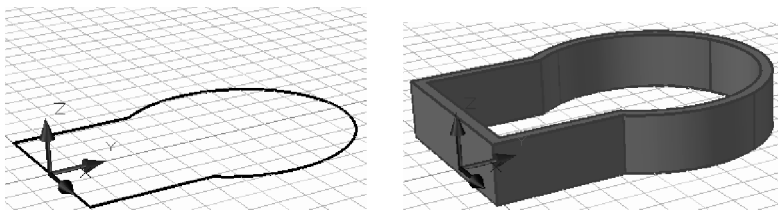

Fig. 9.13 Transformarea unui obiect plan în *Polysolid*
- Generarea unui model Polysolid prin transformarea unui obiect plan – vezi Fig. 9.13. Din panoul **3d Make** al ferestrei **Dashboard** se alege Polysolid. Dialogul este: